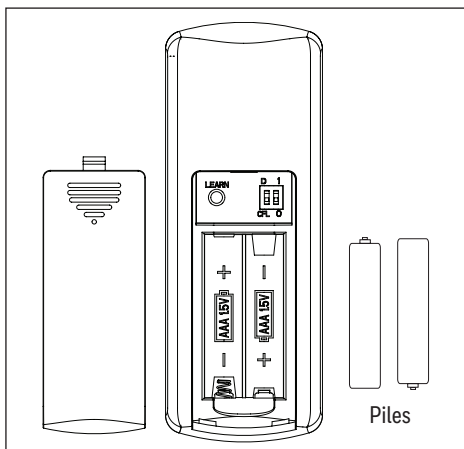

Figure 6.1
1. Utilisez un tournevis à tête plate, si nécessaire, pour retirer le couvercle du compartiment à piles à l'arrière de la télécommande de l'ensemble de contrôle à distance. Insérez les piles dans la télécommande; veillez à ce que la polarité de la pile corresponde à celle indiquée dans le compartiment à piles : positif (+) sur positif (+) et négatif (-) sur négatif (-). Remplacez le couvercle arrière, puis appuyez sur le bouton d'alimentation de la télécommande pour vous assurer que le voyant à DEL s'allume et que la télécommande met le ventilateur en marche (Figure 6.1).